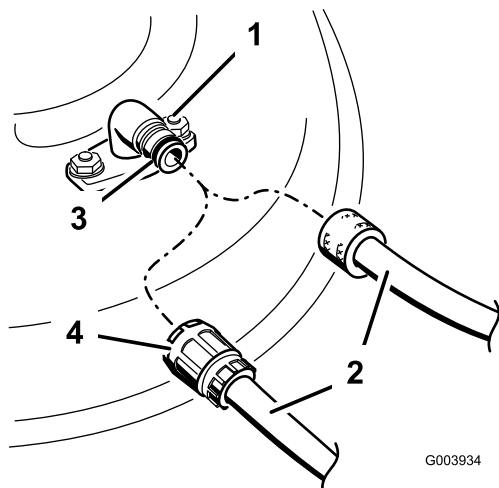

Figura 75
3. Montate il manicotto del tubo flessibile sul raccordo di lavaggio del tosaerba, quindi aprite il rubinetto per erogare un getto forte (Figura 75).